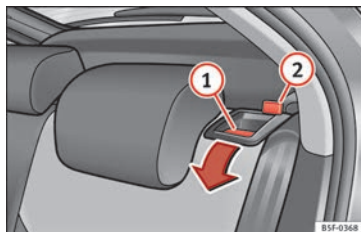

Fig. 150 Palanca de desbloqueo del respaldo.
- Pulse la palanca de desbloqueo » fig. 150 ① en el sentido de la flecha.
- Levante el respaldo hasta que encastre bien » ⚠. Si ha encajado correctamente, ya no se deberá poder ver la marca roja del pasador » fig. 150 ②.